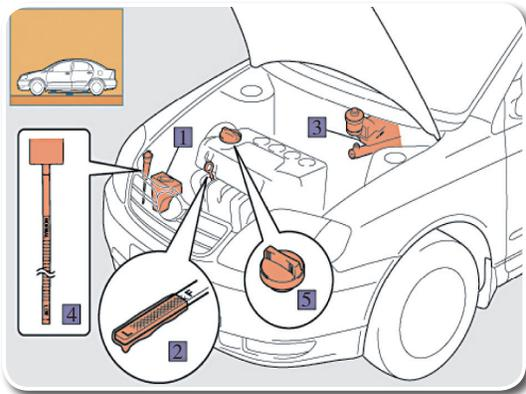

图 1-1-3 车辆安全检查
安全检查内容有：①确认散热器储液罐内有冷却液；②用油尺检查发动机机油液位，确认正常油位；③检查制动总泵的贮液箱内确有制动液；④用液位尺来检查洗涤液的液位，确保有洗涤液；⑤用油尺来检查自动变速器油液液位，确保正常液位；⑥用万用表来检查蓄电池，电压不低于 12V，确保能正常启动发动机。如图 1-1-3 所示。